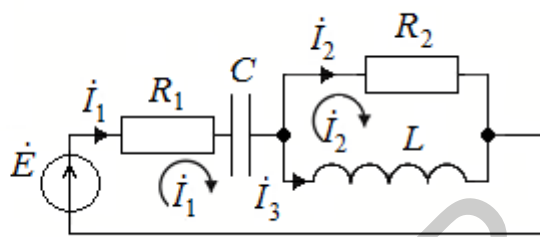

Рис. 189
3. В схеме на рис. 189 методом контурных токов определить токи в ветвях, если $E_m = 100$ В; $R_1 = R_2 = 10$ Ом; $C = 159$ мкФ; $L = 31,8$ мГн; $f = 50$ Гц.